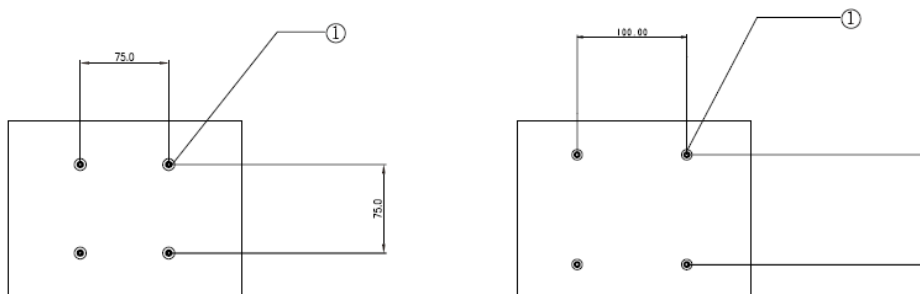

図2-2：テンプレートの背面（縮小図）
- 3 図2-2に表示のテンプレートに従ってモニターを壁に取り付け、ケーブルを差し込んでください。